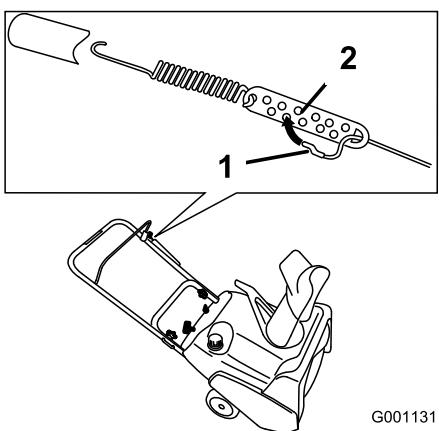

Figure 21
- Accrochez le raccord en Z à un trou plus haut ou plus bas sur la biellette de réglage de manière à obtenir un écart de 2 à 3 mm entre la barre de commande et le guidon (Figure 21).